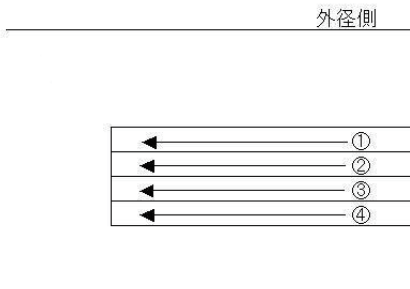
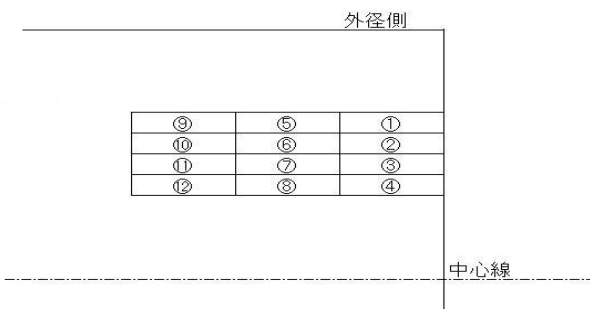

図3 溝深さが浅い場合の加工の仕方
図4 深い溝加工で行われる分散加工
溝深さが最大 15mm 程度なら、図3のように一気に底まで削っても、切粉は比較的スムーズに排出される。(その際に外径側から削るか、内径側から削るかについてはワーク材質や加工径が影響してくるので次の項で詳しく説明する)。
たとえば、溝の深さが 45mm あった場合に図3のように一気に底まで削ると、切屑が非常に排出され辛くなり、切屑噛みによるインサートの損傷やホルダ破損につながってしまう。そのため深い溝の場合は図4のように、入口から 2～3 段程度に分けてまず①→④を加工し、次に⑤→⑧、最後に⑨→⑫の底部分を削るというように深